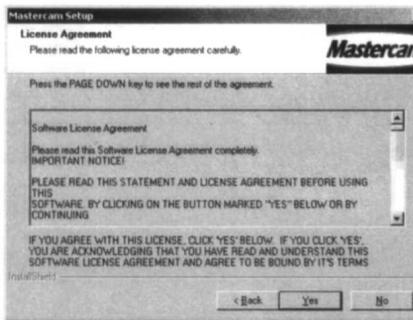

图 1-4
(3) 显示 License Agreement (许可证接受) 对话框, 如图 1-4 所示, 单击 “Yes” (是) 按钮, 表示接受此许可证协议。